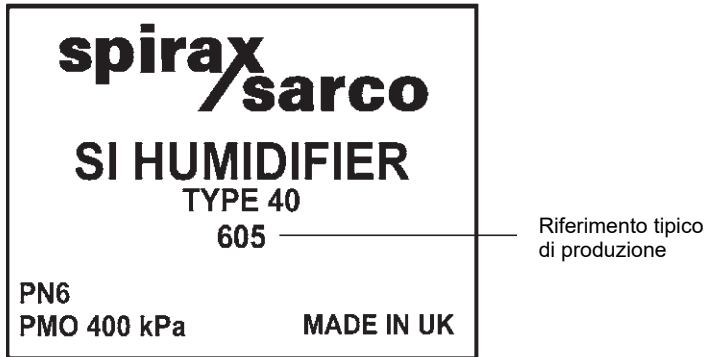

Fig. 2
2.3 Identificazione dell'apparecchio (vedere Fig. 2)